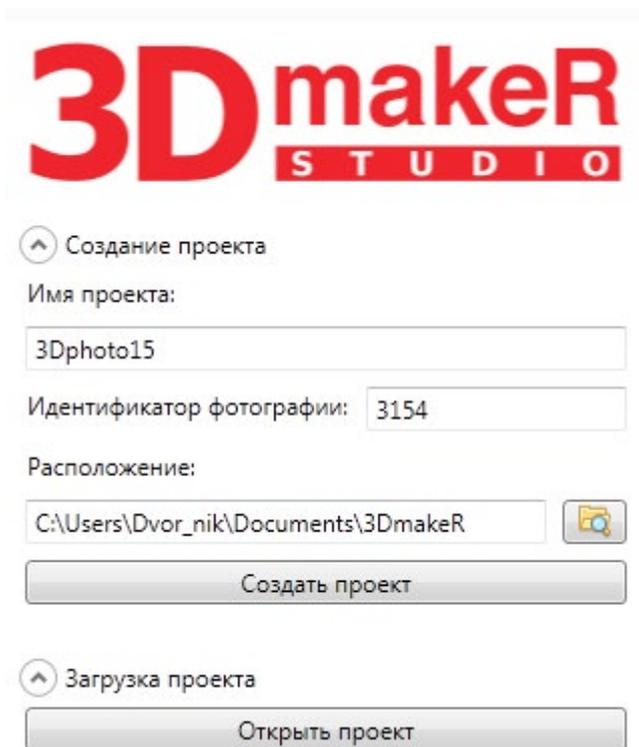

Рисунок 9
4. В диалоговом окне создать новый проект и определить его расположение на компьютере (рис. 9).